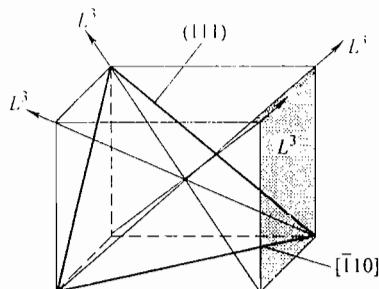

图 14-2 第四题第 4 小题解答图
- (1) 面心立方堆积原子密排面为  $(111)$ 。(3分)
(2) 原子密排方向为  $[\bar{1}10]$ 。(2分)
(3) 堆积方式： $ABCABC$  型。(2分)
(4)  $L^3$  轴共 4 个，如图 14-2 所示。(3分)